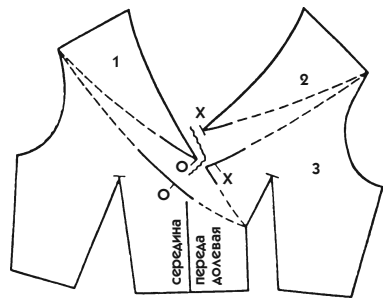

Рис. 583
- Раздвиньте части лекала так, чтобы между деталями 1 и 2 образовался достаточный припуск на швы для втачивания полосок декольте. На уровне засечек X и O должно образоваться расширение 6—8 см (см. рис. 583).
- Для формирования фалд сделайте разрез между деталями 1, 2, 3 по линиям, указанным на рис. 583.